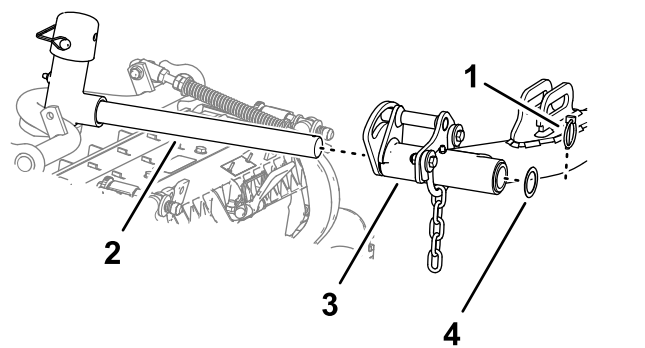

Figure 19
6. Glissez une unité de coupe sous le bras de levage (Figure 19).